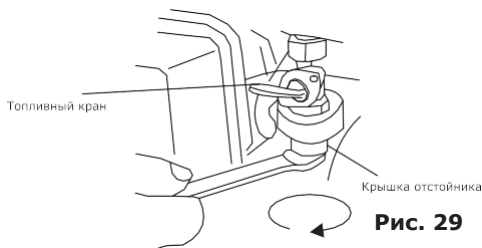

Рис. 29
- Отверните болт крышки отстойника, расположенный снизу топливного крана при помощи ключа (рис. 29);